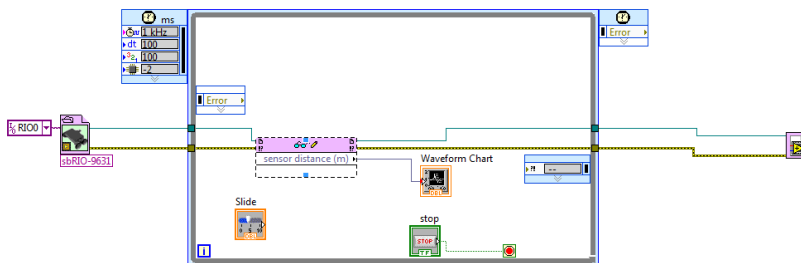
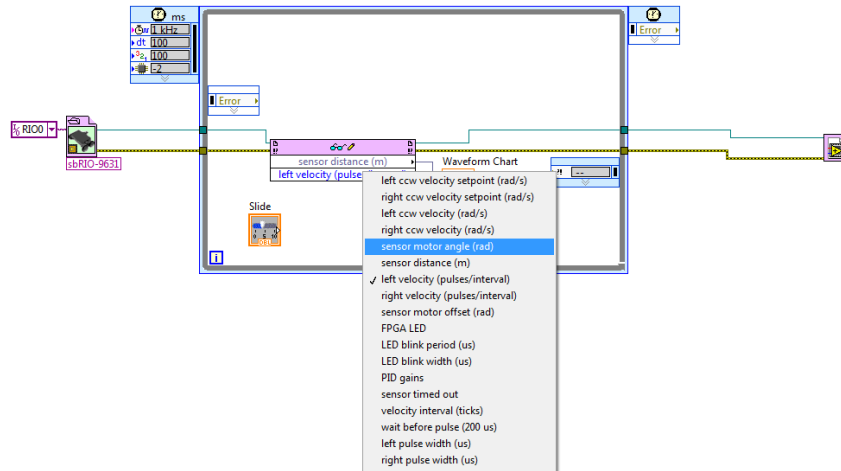
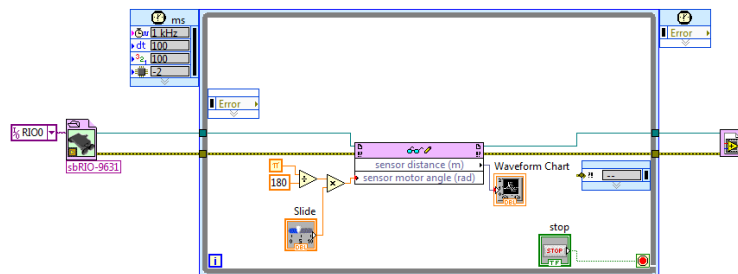
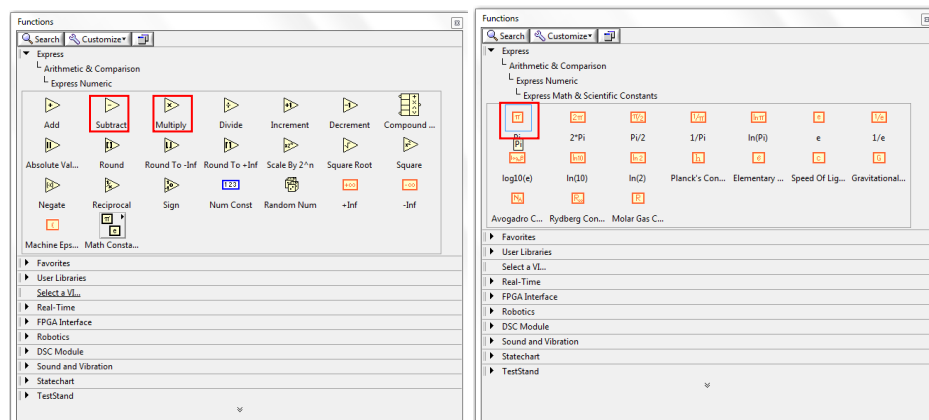

Fig. 35 Bloque Read/Write para antes de expandir.
Fig. 36 Selección de la entrada para controlar el ángulo del motor.
Fig. 37 Programa completo.
Fig. 38 Ruta para manejo de la herramienta de Funciones.
3. En el bloque de Read/ Write desplegar hacia abajo para poder tener otro nodo (Fig. 35) y así poder configurar el puerto del controlador del motor del sensor. Finalmente hacer click derecho sobre la nueva pestaña y seleccionar sensor motor angle (Fig. 36).
4. Como se observa en la Fig. 36 los valores que permite el sensor de ángulo del motor del sensor ultrasónico es en radianes, por lo que se debe realizar la conversión de los datos en grados a radianes así que se debe programar lo que aparece en la Fig. 37 utilizando la ventana de Functions y las herramientas de la paleta numérica (Fig. 38).